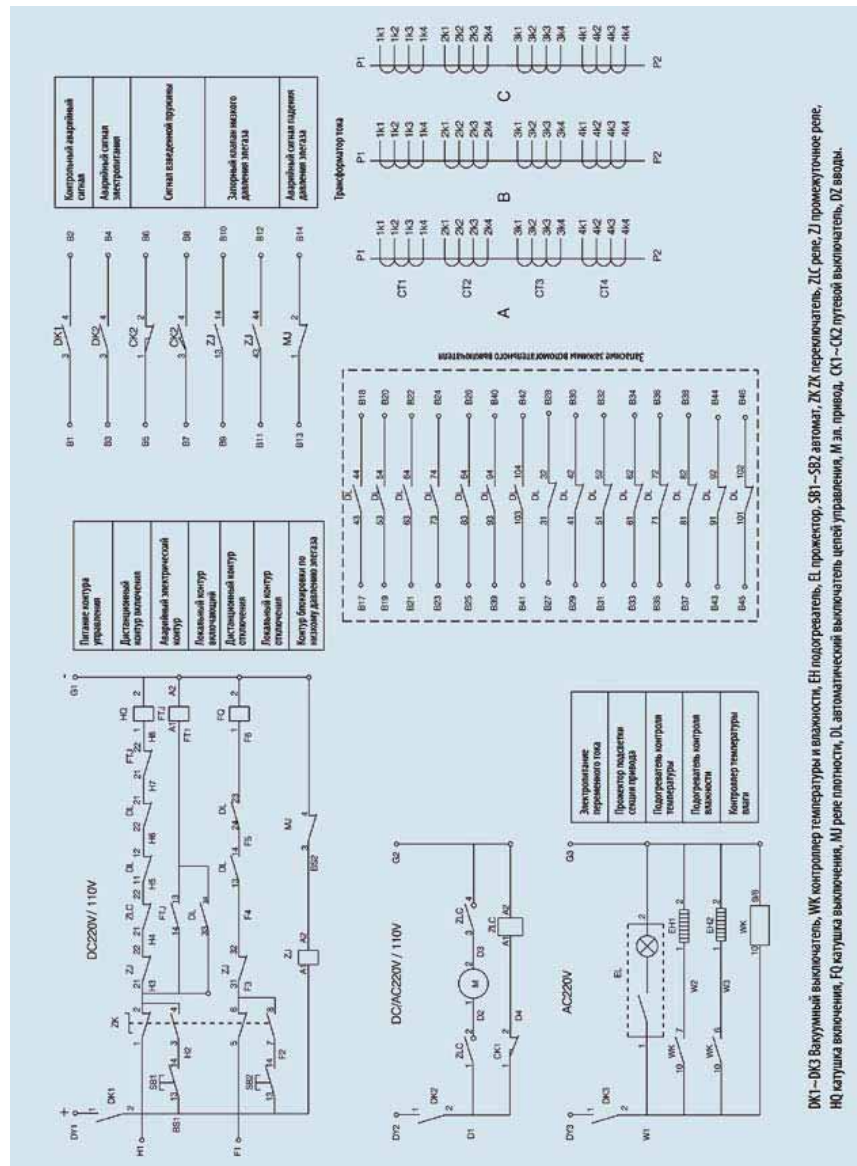

Рис. 4.2 Схема подключения №1
4.2 Схемы подключения (см. рис. 4.2, 4.3)